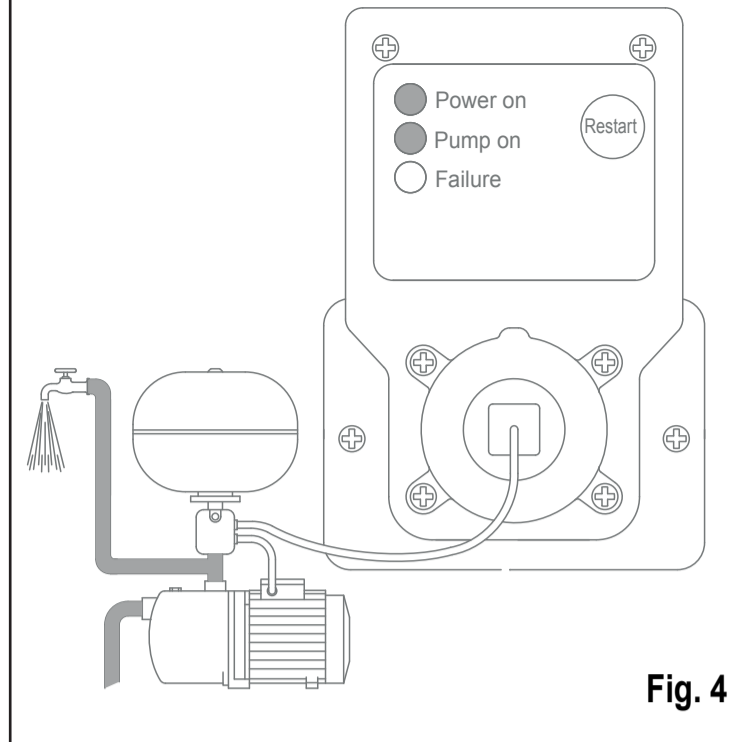

Fig. 4
- The motor data have been acquired and the device is now capable of protecting the pump (Figure 4).
- Attendre quelques secondes que le voyant rouge " Failure " s'éteigne. Les données du moteur ont été acquises et l'appareil est désormais capable de protéger la pompe (Fig. 4).
- Warten Sie einige Sekunden, bis die rote Led „Failure“ erlischt. Die Motordaten wurden erfasst und das Gerät ist jetzt in der Lage, die Pumpe zu schützen (Abb. 4).
- Подождите несколько секунд, пока красный индикатор «Failure» не погаснет. Данные электродвигателя собраны, защитное устройство готово к работе (рис.4).